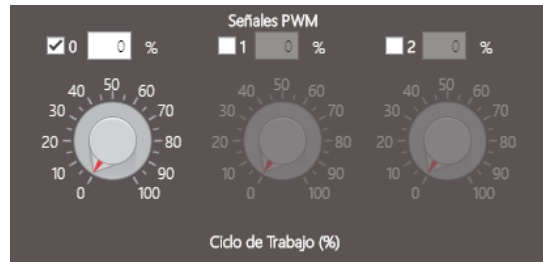

Figura 5.15: bloque de Señales PWM
3. Ubicar el bloque de *Señales PWM*; activamos la casilla θ , la perilla y la caja de texto se activarán (Figura 5.15).